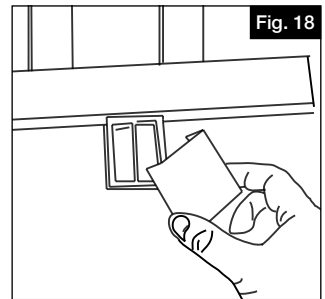

Fig. 16
- b. Enfoncer des vis no 10 x 1 po (25 mm) dans tous les avant-trous (Fig. 16).